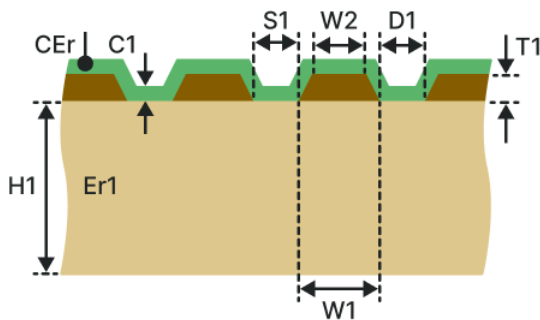

Рис. 174 Копланарная дифференциальная микрополосковая ЛП с маской (КДММ-1Н)
- Копланарная дифференциальная микрополосковая ЛП с маской (КДММ-1Н), см. Рис. 174.